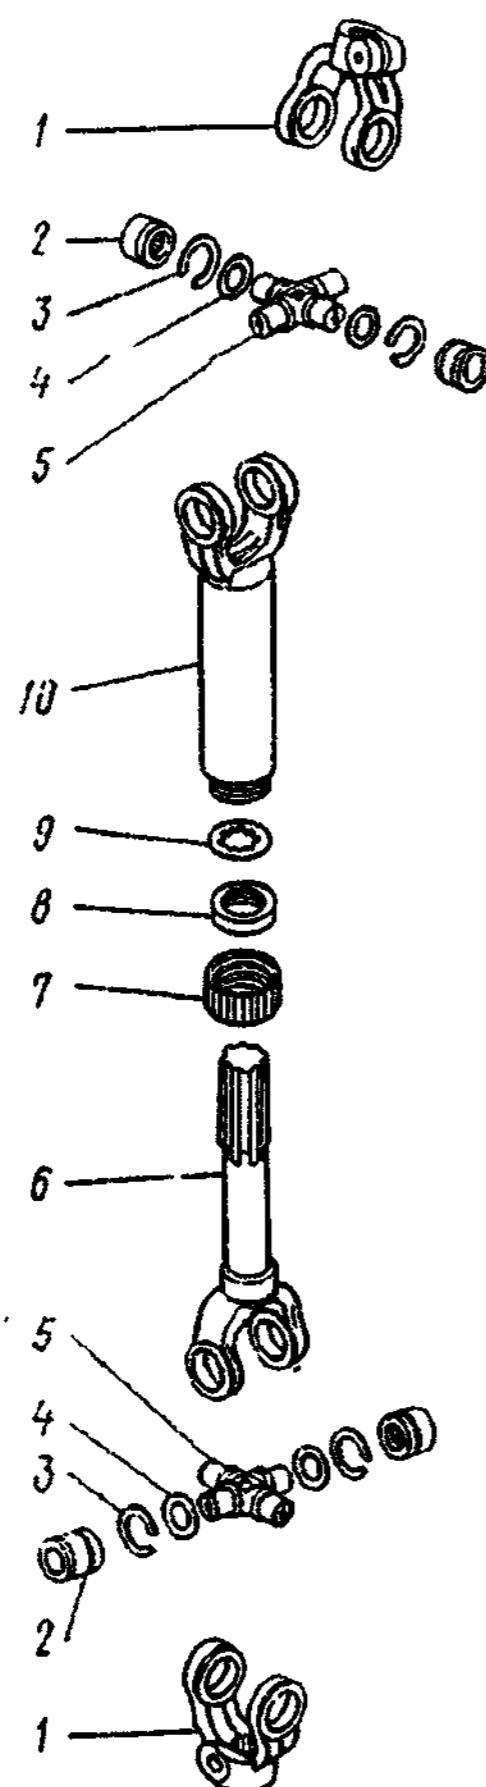

Рис. 279. Вал карданного рулевого управления:
1. Отверните обойму 7 (рис. 279) уплотнительного кольца 8, выпрессуйте шлицевой стержень 6 в сборе с шарниром из втулки 10, выпрессуйте упорное кольцо 9 и уплотнительное кольцо 8